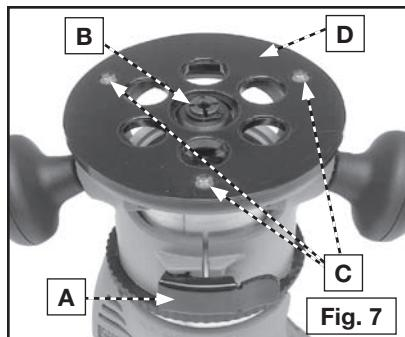

Fig. 7
1. Desatornille los tornillos de montaje de la sub-base (C) lo suficiente para aflojar la sub-base (D) un poco.
2. Abra la palanca de la abrazadera (A) Fig. 7, y ajuste el motor para que la tuerca de boquilla entre al agujero central de la sub-base. Deje que la sub-base se centre alrededor de la tuerca. Apriete el tornillo sujetador.